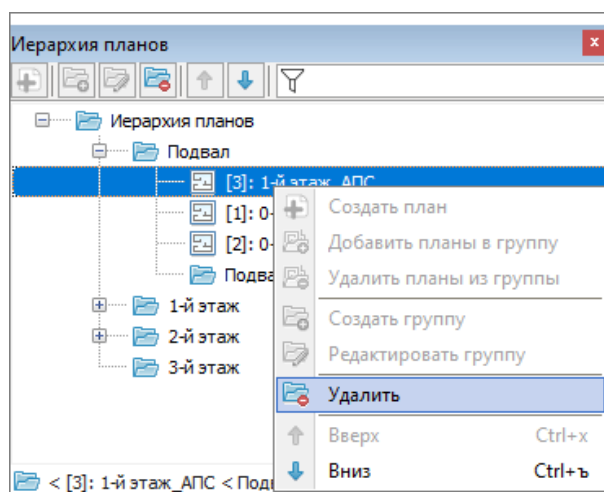

Рисунок 6-604 Удаление плана из группы планов через контекстное меню плана
- либо вызовите для плана, который необходимо удалить из его родительской группы, контекстное меню и выберите в нем пункт «Удалить» (см. Рисунок 6-604).